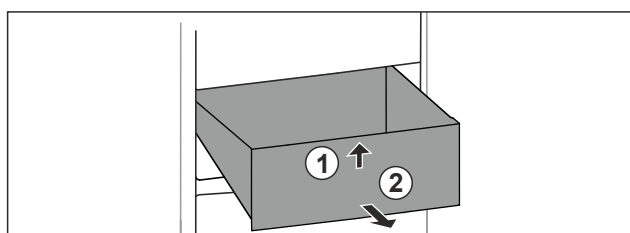

Fig. 73
- Schubfach vorne anheben. Fig. 73 (1)
- Schubfach nach vorne entnehmen. Fig. 73 (2)